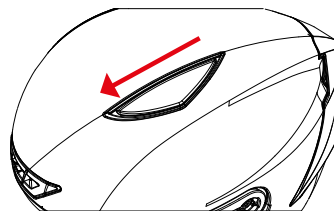

ABBILDUNG 5
**BELÜFTUNGSÖFFNUNG VORNE OBEN – B –** Abbildung 5/6
- **Abbildung 5:** Belüftungsöffnung, vollständig geschlossen.